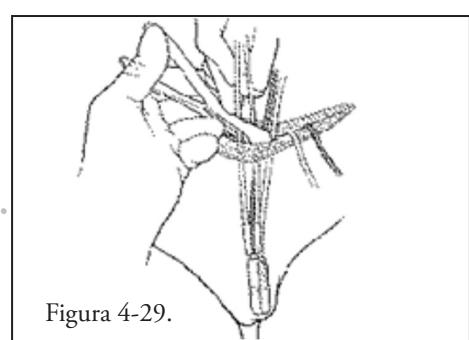

Figura 4-29.
14. Coloque la bomba en la bolsa escrotal y asegúrese de que el botón de desactivación mire al exterior y pueda tocarse. Dirija los tubos de la bomba hacia el área inguinal. **(Figura 4-29)**.